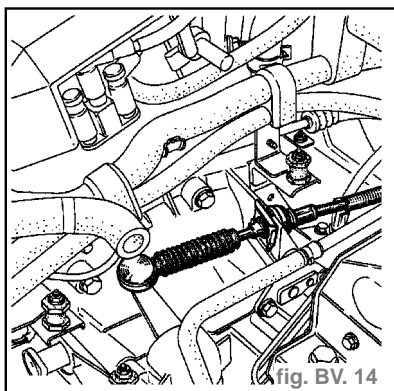

fig. BV. 14
- le câble de passage des vitesses, (fig. BV. 14)
- le câble de passage des vitesses. (fig. BV. 14)